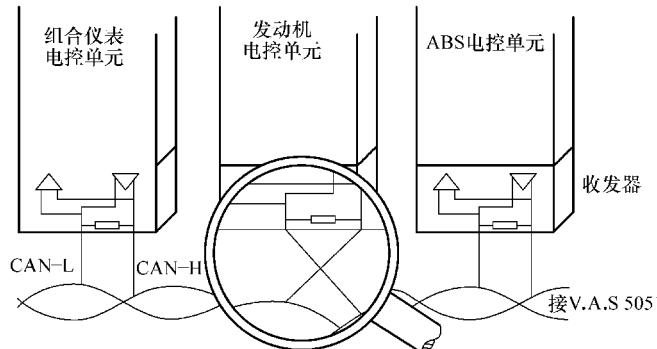
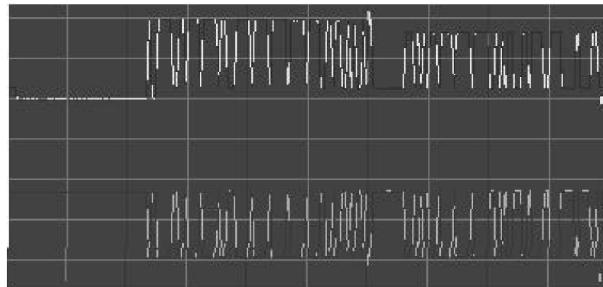

图 10-57 CAN-L 与 CAN-H 交叉连接
图 10-58 CAN-L 与 CAN-H 交叉连接波形
- 4) CAN - L 与 CAN - H 交叉连接, 如图 10-57 所示。CAN - L 与 CAN - H 交叉连接是指 CAN - L 与 CAN - H 上出现交叉连接区域, 其故障波形如图 10-58 所示。